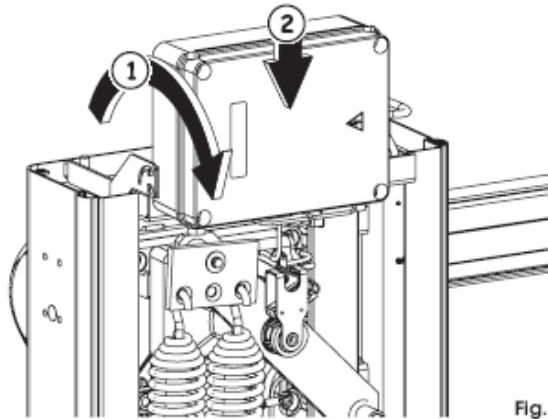

Fig. 25
- La centrale de commande a été positionnée sur un support orientable, fig. 25, pour faciliter les opérations de câblage et la programmation de la centrale même.